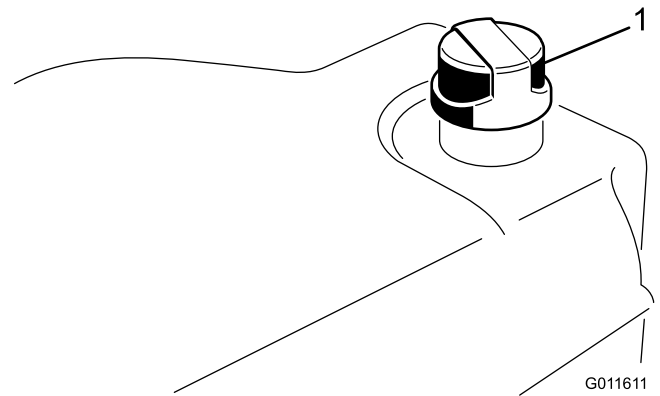

Figure 20
2. Nettoyez la surface autour du goulot de remplissage et du bouchon du réservoir hydraulique (Figure 20).